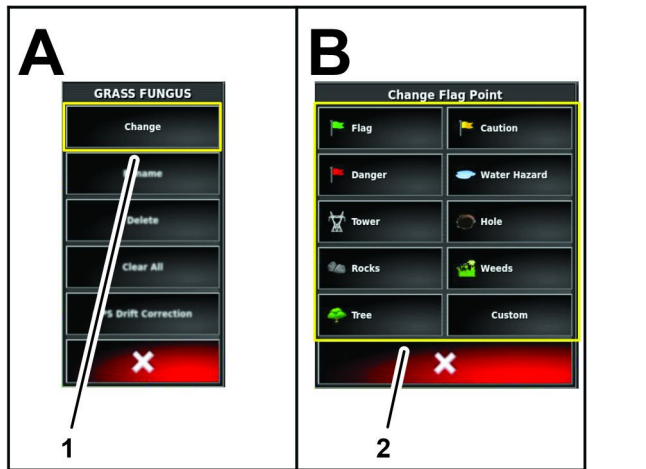

Рисунок 84
1. В меню редактирования точки с флажком нажмите на значок «ИЗМЕНИТЬ» (Рисунок 84).
2. В меню редактирования точки с флажком нажмите на значок требуемого типа точки с флажком (Рисунок 84).